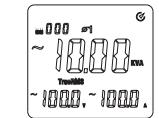

图9-1
- 4) 负载为三相四线制时，先按SELECT键选择第一相位 ϕ_1 ，如图9-1，显示相位 ϕ_1 无功功率kVAr值，电压V值，电流A值。